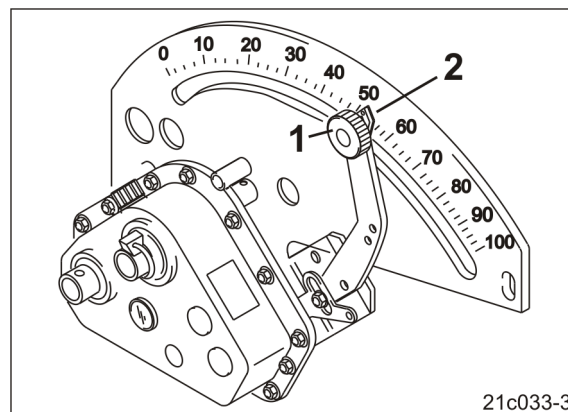

Рис. 79
6. Ослабьте фиксирующую головку (Рис. 79/1).
8. Установите указатель (Рис. 79/2) рычага передач **снизу** на регулируемое значение редуктора.